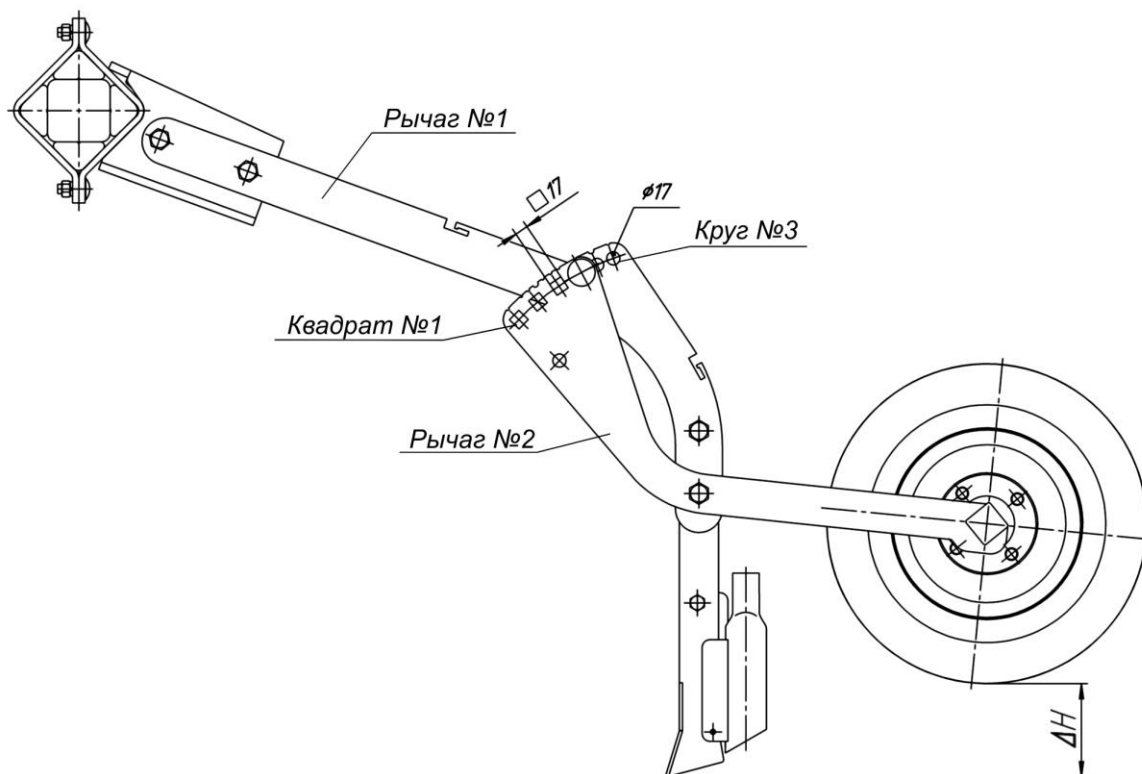

Рис.6.4.9. Рабочий орган
6.4.2.2. Настройка прикатывающих колес. Высота прикатывающих колес может регулироваться при помощи изменения взаимного положения отверстий (квадрат – круг) на рычагах рабочего органа (рис.6.4.9):